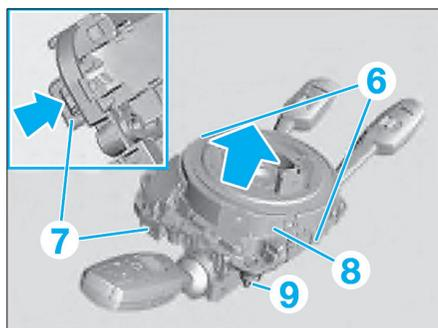

Fig. 9
- Déverrouiller les crans (6) (Fig.9).
- Comprimer le dispositif d'arrêt (7) et retirer dans le sens de la flèche le contacteur tournant (8) du support des comodos (9).